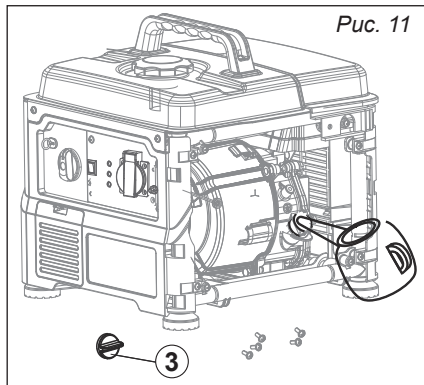

Рис. 11
3. Выкрутите пробку ③ заливной горловины и залейте необходимое количество моторного масла в картер двигателя (рис. 11).